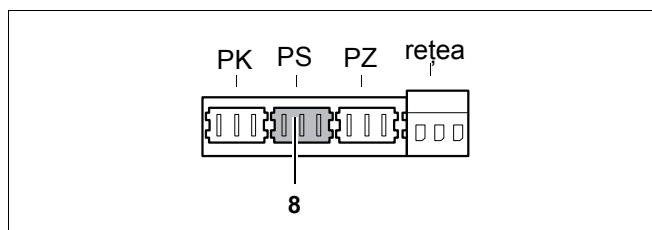

Fig. 40 Regletă – pompă de boiler a rezervorului de 230 V (culoare de racord gri)
- Racordați pompa de refulare a rezervorului la borna PS gri (fig. 40, poz. 8). Consumul de putere maxim admis = 250 W.